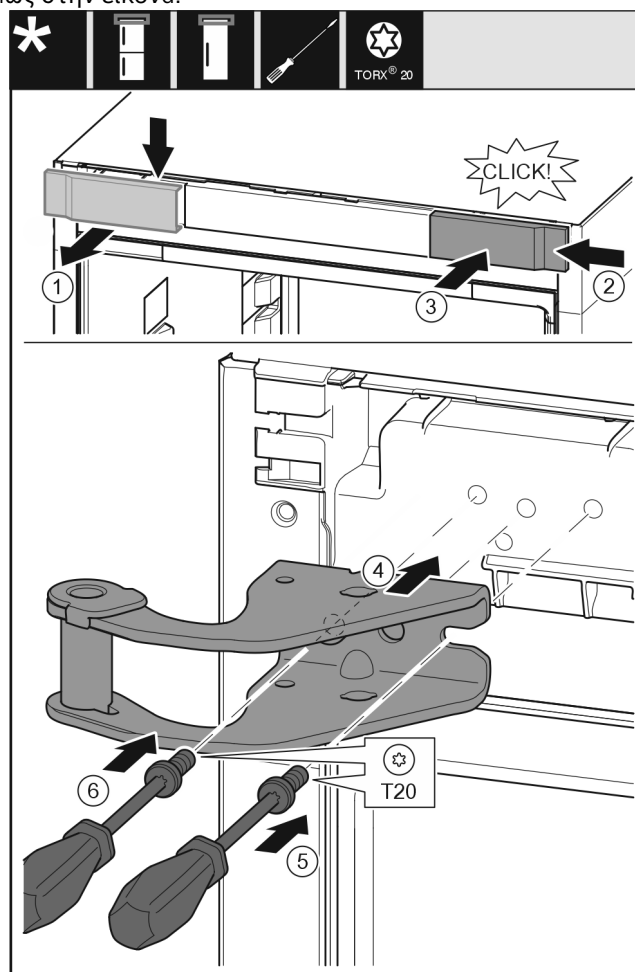

Fig. 31
- ▶ Αφαιρέστε το κάλυμμα από επάνω προς τα εμπρός. Fig. 31 (1)
- ▶ Αναρτήστε το κάλυμμα υπό γωνία 180° στην άλλη πλευρά από δεξιά. Fig. 31 (2)
- ▶ Κουμπώστε το κάλυμμα. Fig. 31 (3)
- ▶ Τοποθετήστε το επάνω στήριγμα. Fig. 31 (4)
- ▶ Τοποθετήστε τη βίδα με κατσαβίδι T20 και σφίξτε τη. Fig. 31 (5)
- ▶ Τοποθετήστε τη βίδα με κατσαβίδι T20 και σφίξτε τη. Fig. 31 (6)